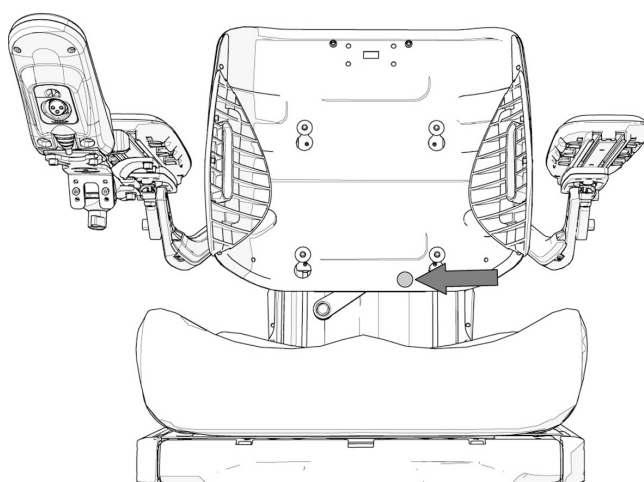

Bild 94. Den nedre ryggstödsplåten fixeras med hjälp av ett vred.
2. Fixera plåtens position genom att montera vredet, se bild. Se bild. 94.